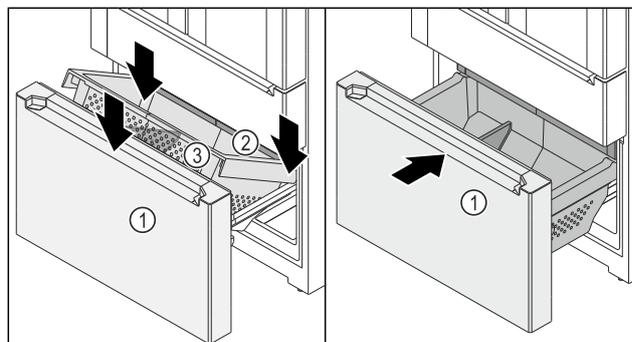

Fig. 150
- Le chariot à glissière Fig. 150 (1) est sorti.
- Le tiroir Fig. 150 (2) est rentré.
- ▶ Positionner le bac Fig. 150 (3) sur l'arrière des rails, à gauche et à droite.
- ▶ Abaisser l'avant du bac Fig. 150 (3) de manière à ce que le bac Fig. 150 (3) entoure les rails à gauche et à droite.
- ▶ Pousser le chariot à glissière Fig. 150 (1).